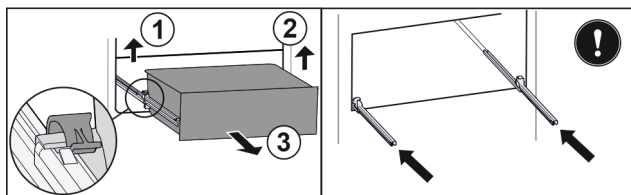

Fig. 126
- Sollevare il morsetto sinistro e allo stesso tempo tirare in avanti il cassetto sinistro. Fig. 126 (1)
- Sollevare il morsetto destro e allo stesso tempo tirare in avanti il cassetto destro. Fig. 126 (2)
- Rimuovere il cassetto tirandolo in avanti. Fig. 126 (3)